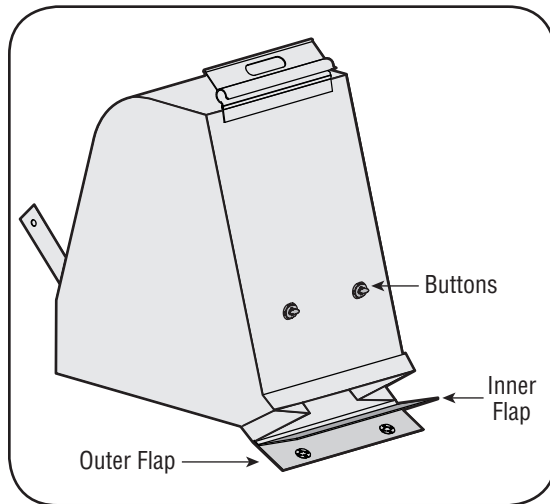

Figura 4-4
- Gire los dos botones de la parte posterior de la bolsa para abrirla y vaciar el contenido. Vea la figura 4-4. Sostenga la manija y el broche de la bolsa mientras vacía el contenido.
- Doble la aleta exterior sobre la aleta interior e inserte los botones de la bolsa a través de las salidas metálicas. Vea la figura 4-4.